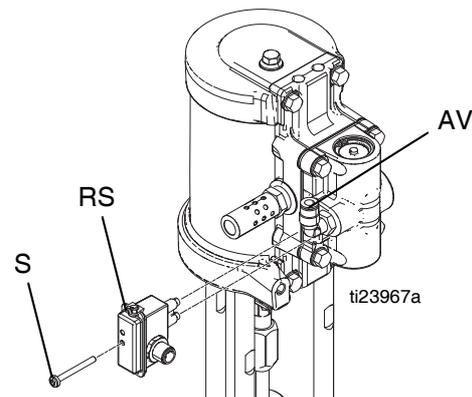

ABB. 4: Ausbau von Reedschalter-Baugruppe und Luftleitung
3. **Für Motoren mit DataTrak:** Siehe ABB. 4. Die Schraube (S) entfernen, um den Reed-Schalter (RS) vom Luftventil (AV) zu lösen.
1. **Für Motoren mit DataTrak:** Die Schraube entfernen, um den Reed-Schalter vom Luftventil zu lösen. Siehe ABB. 4, Seite 13.